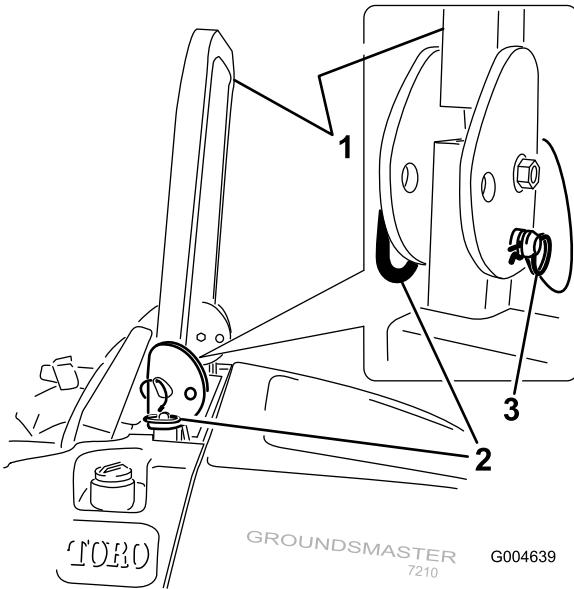

Bild 12
- Nehmen Sie zum Absenken des Überrollbügels die Splints ab, drücken Sie den Überrollbügel nach vorne gegen die Federn und nehmen Sie die beiden Stifte ab (Bild 12).
- Setzen Sie die zwei Stifte ein und befestigen Sie diese mit den zwei Splints (Bild 12).
- Nehmen Sie zum Aufrichten des Überrollbügels die Splints ab und entfernen Sie die beiden Stifte (Bild 12).
- Richten Sie den Überrollbügel ganz auf und setzen Sie die beiden Stifte ein. Befestigen Sie die Stifte mit den Splints (Bild 12).